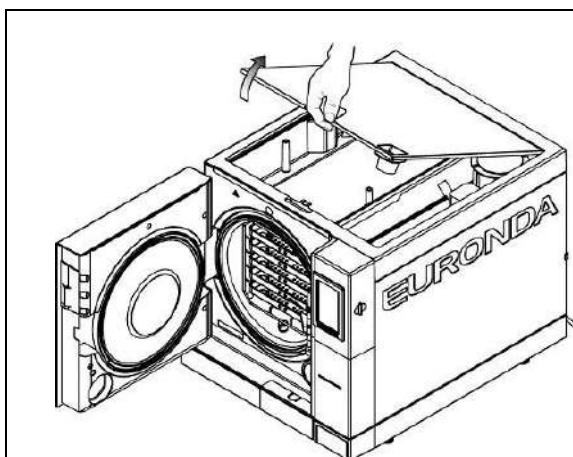
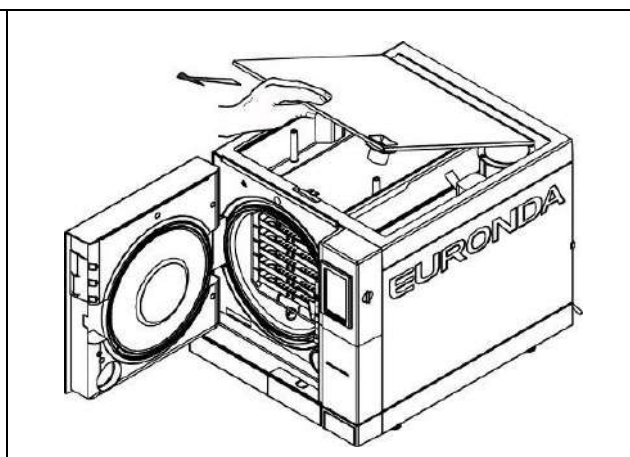

Fig. 9.2-5
Fig. 9.2-6
- ridicați capacul cu 45 ° (fig.9.2-5) și trageți-l spre dumneavoastră (fig.9.2-6).